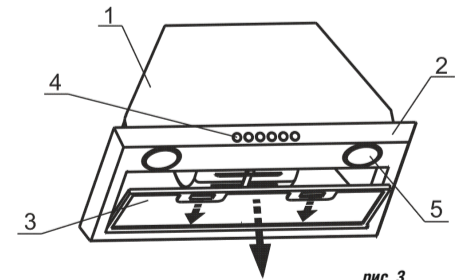

рис. 3
- Снимите алюминиевый фильтр блока, для этого нажмите на пружинные замки на фильтре и потяните его вниз и на себя (рис. 3).
- снимите алюминиевый фильтр (рис. 3);